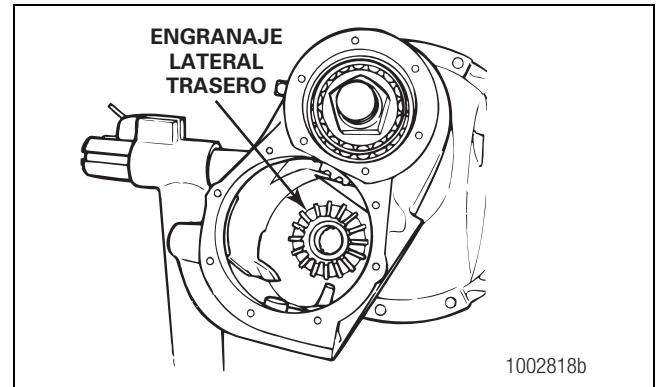

Figura 5.78
3. Instale el engranaje lateral trasero y el conjunto de cojinetes a través del collar del embrague y dentro del portadiferencial. Figura 5.78.